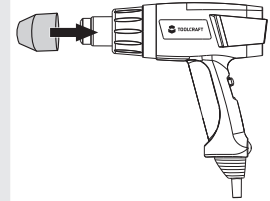

Abb. 2
- Bringen Sie die jeweilige Düsenkappe an. (Abb. 2)